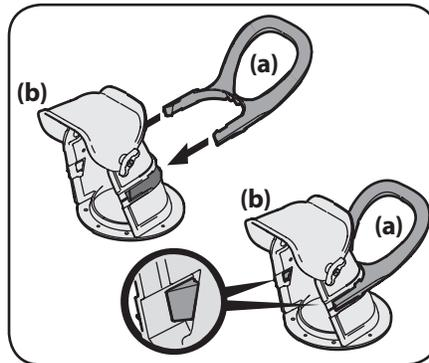

Figura 2-6
1. Coloque la manija del canal (a) sobre el canal (b) como se muestra en la Figura 2-6. Asegúrese de que la manija esté alineada en el canal sobre el mismo y que las lengüetas estén ajustadas en su lugar.